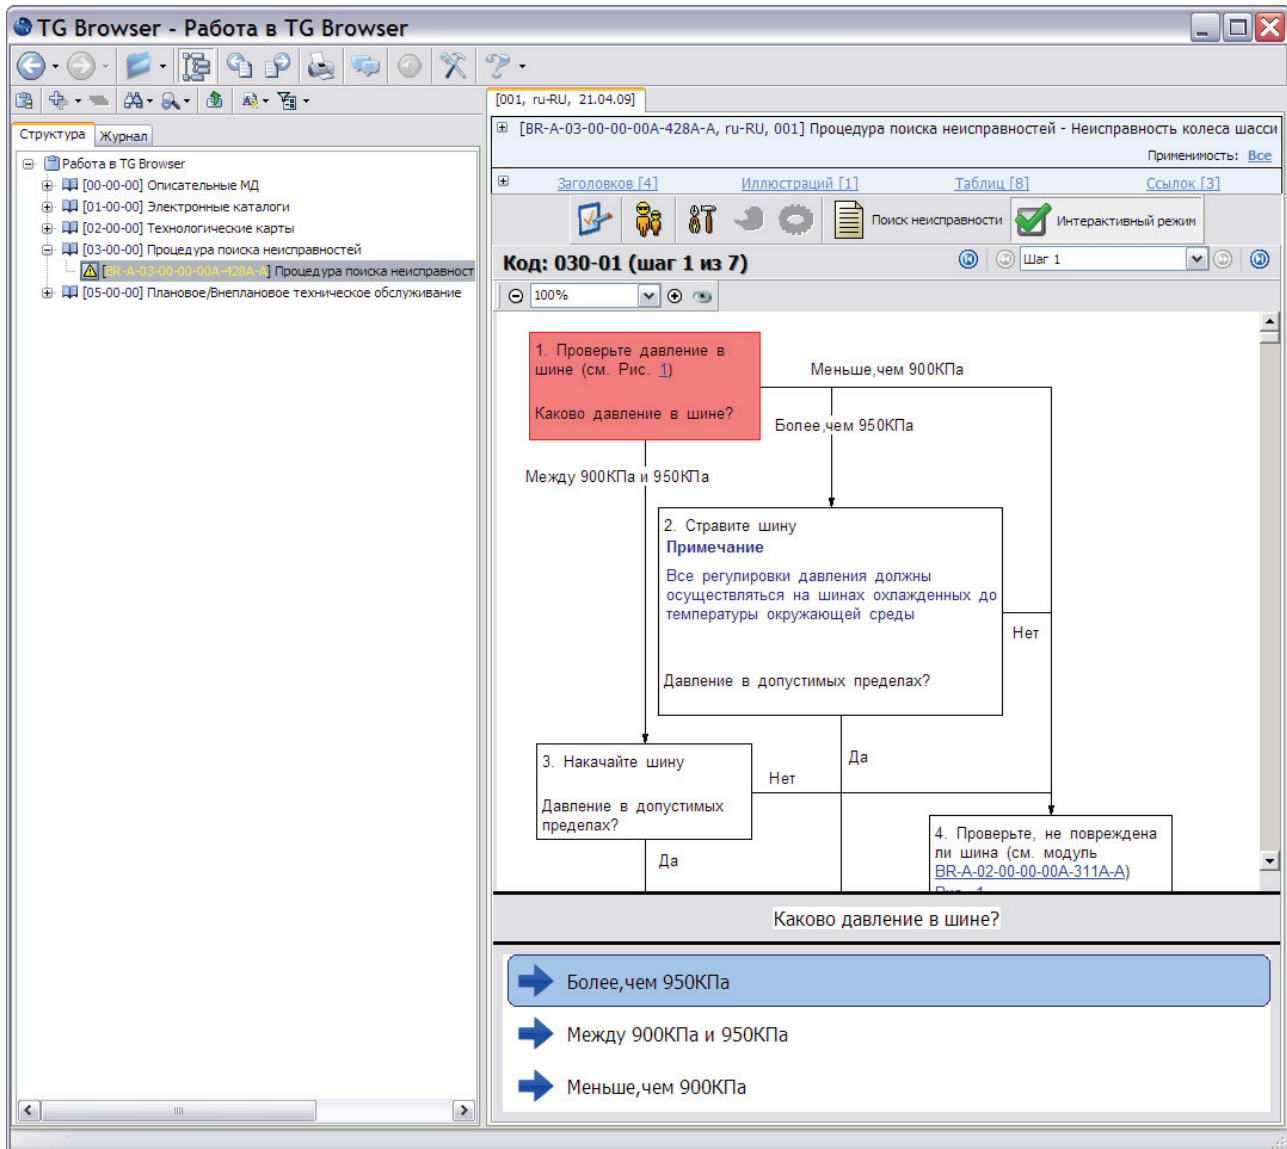

Рис. 3.85
3. Для перехода к просмотру содержимого модуля данных подтвердите прочтение предупреждений нажатием на кнопку **ОК**. После этого в правом окне появится содержимое модуля данных, соответствующее интерактивному режиму просмотра (Рис. 3.85).